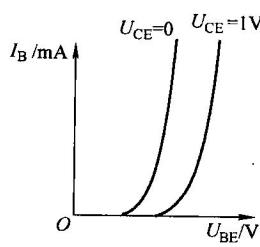

图 2-6 晶体管输入特性曲线
(1) 输入特性曲线 输入特性是指在集电极与发射极之间的电压 U_{CE} 一定时，基极电流 I_B 与电压 U_{BE} 之间的关系曲线，如图 2-6 所示。